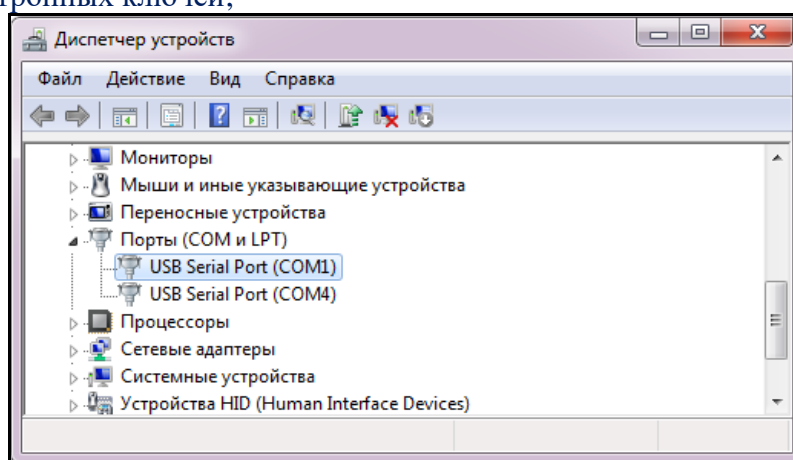

Рис. 5. Скриншот окна «Диспетчер устройств» операционной системы
Диспетчер устройств) подключенный адаптер АИУ(02) определится в виде виртуального СОМ-порта, а адаптер АИУ(01) определится двумя виртуальными СОМ-портами (см. рисунок 5): младший для работы в качестве преобразователя интерфейсов, старший - для работы со считывателями электронных ключей;